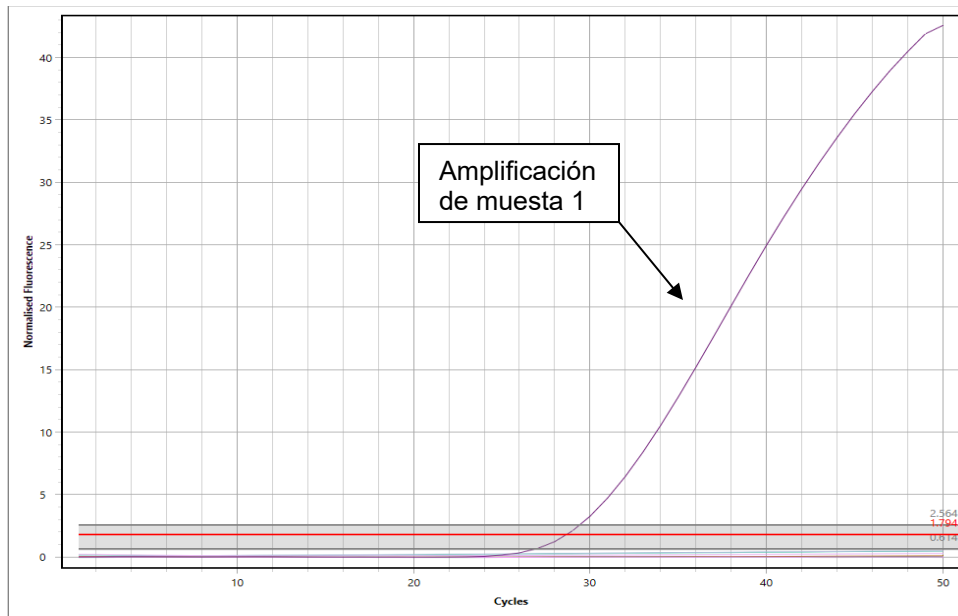
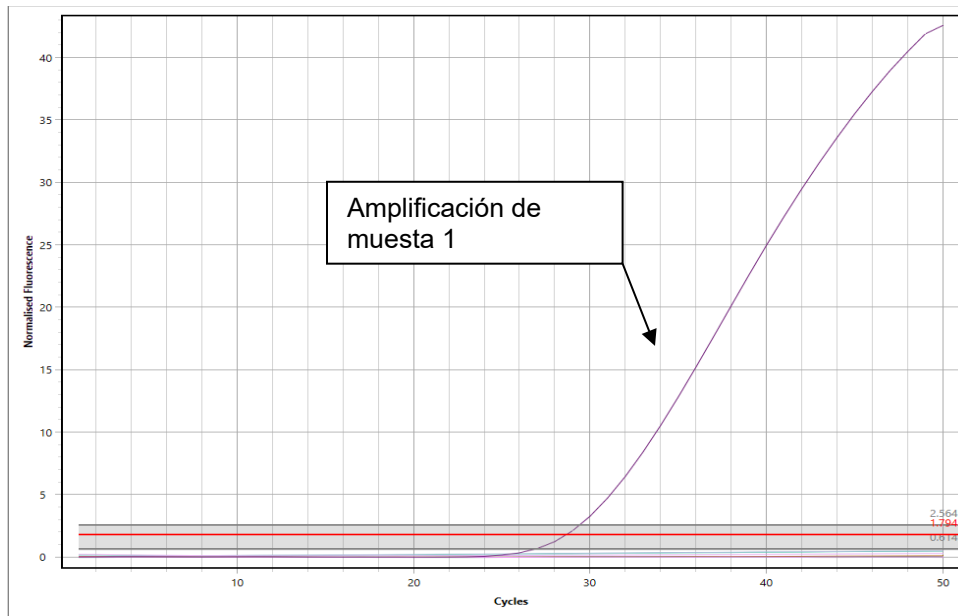

Figura 4: Muestra Positiva de ZDC en FAM/CF560/Q670
Figura 6: Muestra Positiva de ZDC en FAM/CF560/Q670
- Positivo (Figura 4 y Figura 6)